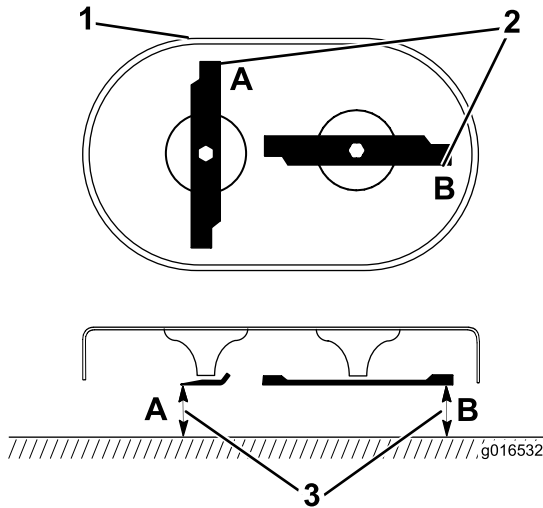

Bild 39
1. Drehen Sie die Messer in die Stellung, die in Bild 39 abgebildet ist.
2. Messen Sie an den Stellen **A** und **B** von der ebenen Fläche zu den Schnittkanten (Bild 39) und notieren Sie beide Werte.
3. Drehen Sie die Messer so, dass die anderen Enden an den Stellen **A** und **B** sind (Bild 39).